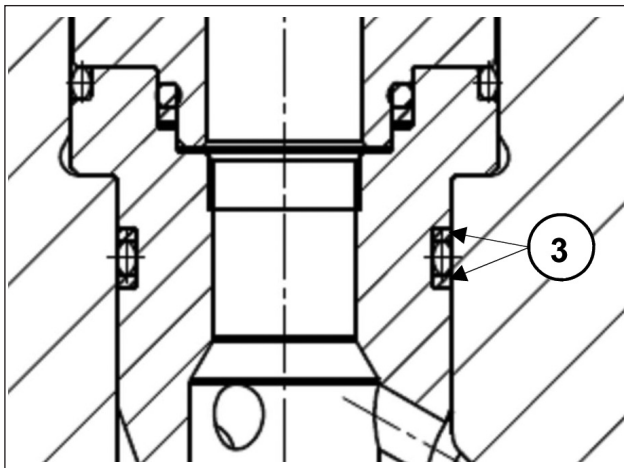

Рис. 28
- Вставьте клапанные узлы всасывания и нагнетания с соответствующими втулками, убедившись, что они вошли до упора в гнездо на головке. Следите за тем, чтобы не повредить упорные кольца втулок (Рис. 28, поз. ③); для того чтобы данные кольца правильно поместить в свои посадочные места, выполните следующие действия: